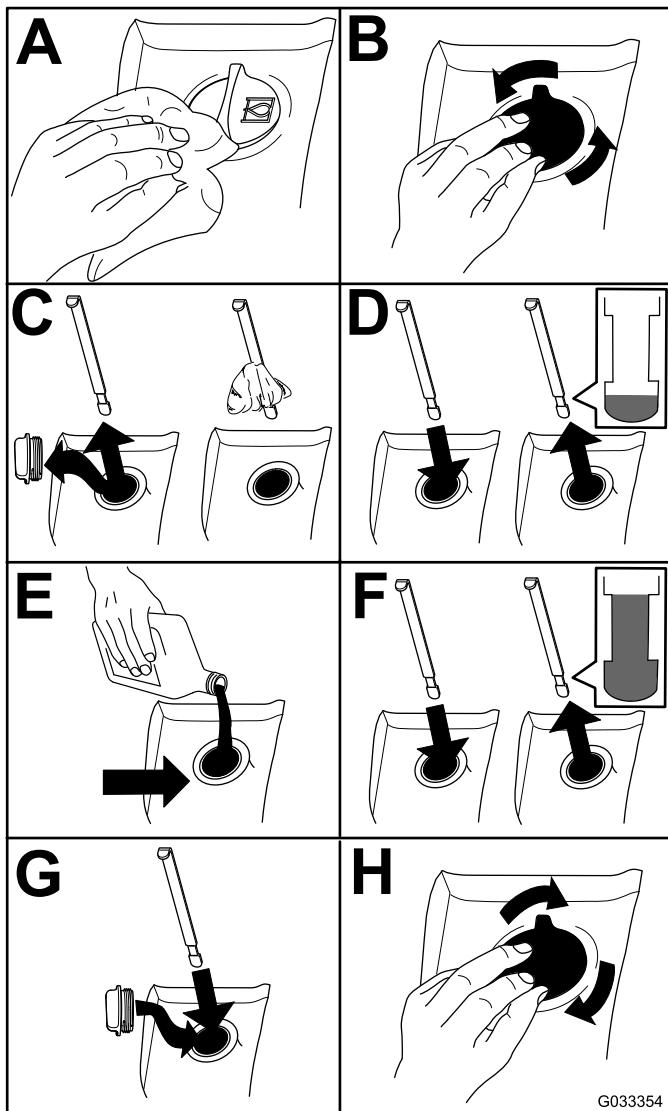

Bild 95
2. Prüfen Sie den Stand des Hydrauliköls (Bild 95).